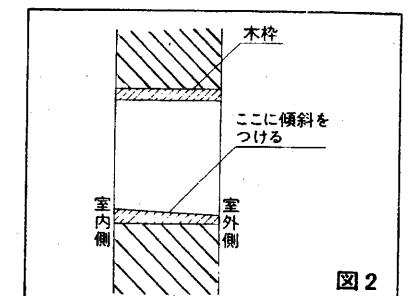

図2
- 木枠の室外下側下部を（図2）のように傾斜させておくと雨水の浸入を防ぎます。